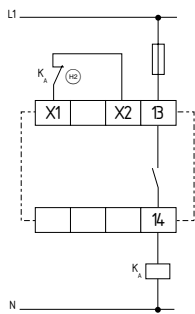

Fig. 17
**Comando de canal único com circuito de retorno (Fig. 17)**